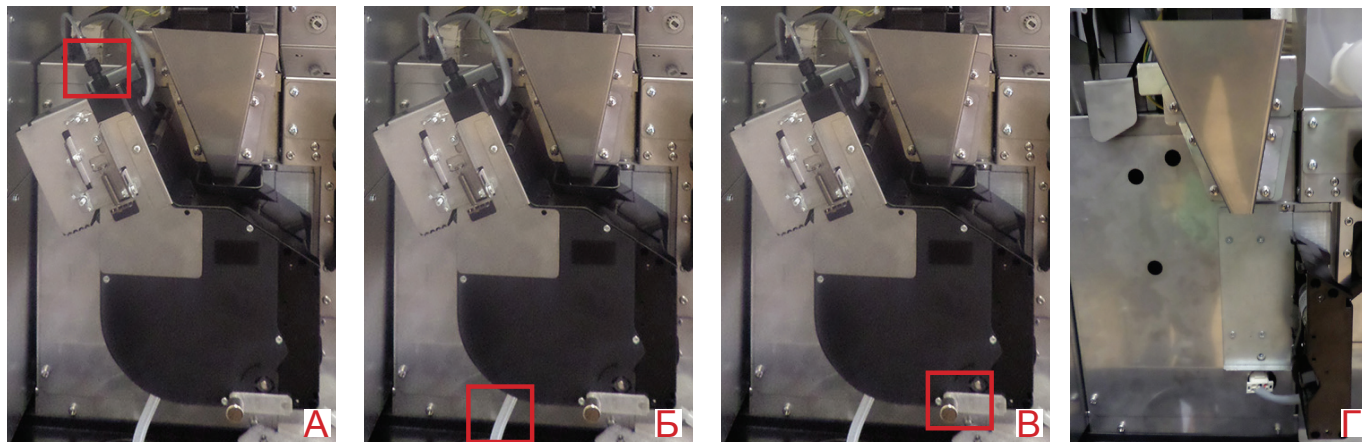

Рисунок 6.25 - Демонтаж варио-группы
1. Отсоедините трубку подачи горячей воды, нажав на цангу фиксатора (см.рис.6.25а)
2. Отсоедините выходную трубку приготовленного напитка вместе с соплом из держателя (см. рис.6.25б)
3. Открутите против часовой стрелки винт крепления варио-группы (см.рис.6.25в)
5. Снимите варио-группу (см.рис.6.25г)